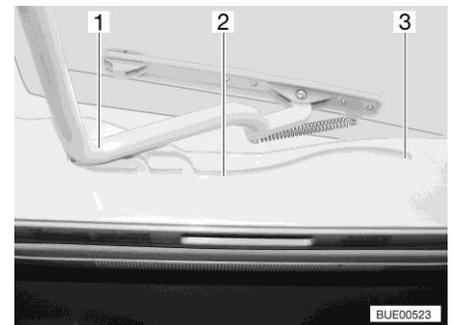

Fig. 65 Glissière (lanterneau Heki)
- Tirer l'étrier (Fig. 65,1) dans les glissières (Fig. 65,2) jusque dans la position la plus reculée (Fig. 65,3).
- Pousser l'étrier (Fig. 65,1) légèrement vers le haut avec les deux mains.
- Tirer l'étrier dans les glissières (Fig. 65,2) jusqu'à la position souhaitée.